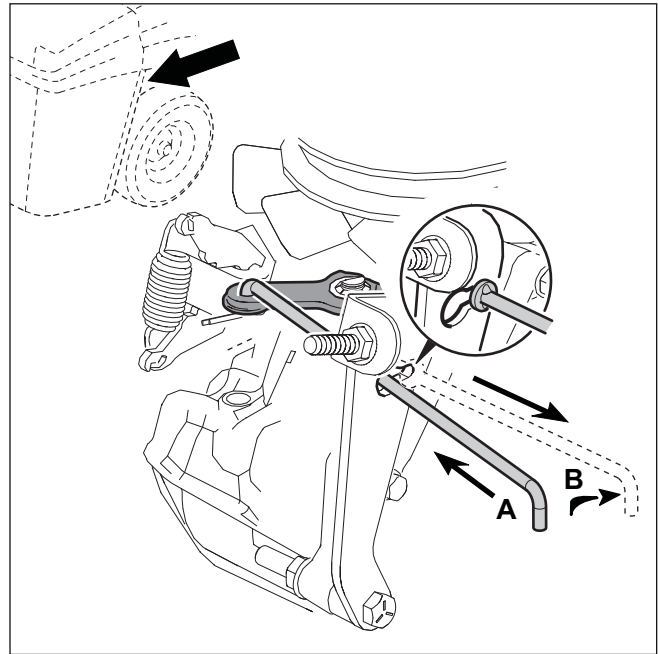

Abbildung 12
1. Die automatische Antriebsunterbrechung muss in der Stellung FAHREN sein (siehe **A**, **Abbildung 12**).
2. Die automatische Antriebsunterbrechung in die Stellung SCHIEBEN bringen und dort arretieren (siehe **B, Abbildung 12**). Das Getriebe ist nun ausgekuppelt und die Maschine kann geschoben werden.